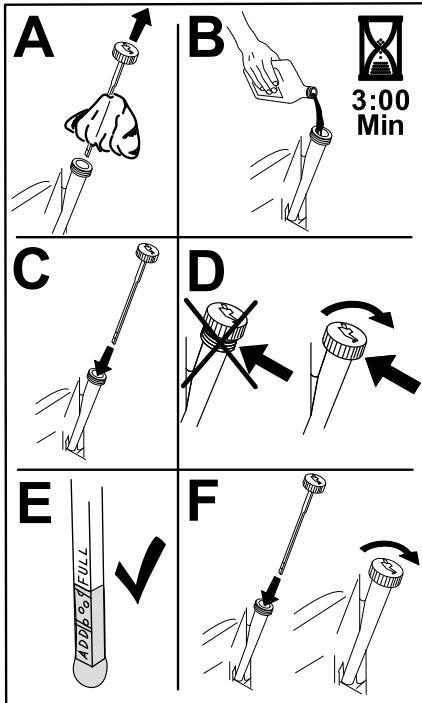

Bild 47
5. Gießen Sie langsam ungefähr 80 % der angegebenen Ölsorte in den Einfüllstutzen und füllen Sie dann vorsichtig mehr Öl ein, um den Ölstand an die Voll-Markierung zu bringen (Bild 47).